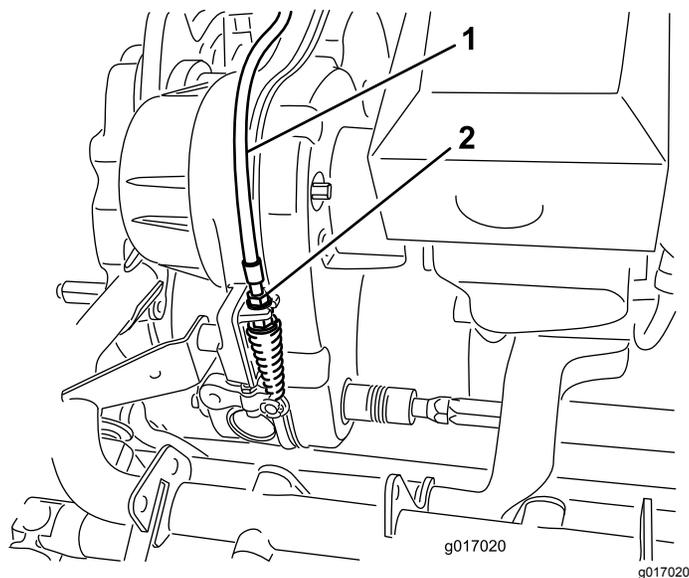

Рисунок 49
2. На переходнике трансмиссии отрегулируйте трос управления барабаном (Рисунок 49) так, чтобы длина пружины составила 70,6–72,4 мм.